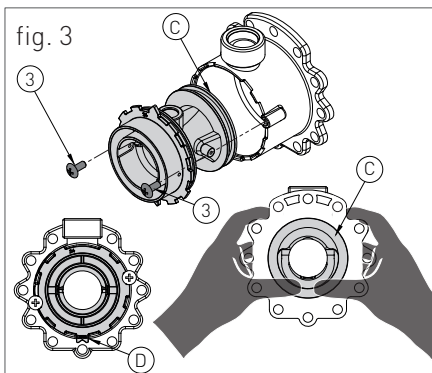

fig. 3
- > svitare le due viti '3' (fig.3) e fare pressione sul lato posteriore del corpo venturi 'C' (fig.3);
- > sostituire il corpo venturi con quello adatto al tipo di gas di rete (Per 24 kW cod. 30-00231 per metano / cod. 30-00170 per GPL/ cod. 30-00162 per aria propanata) (Per 28 kW cod. 30-00232 per metano / cod. 30-00499 per GPL/ cod. 30-00167 per aria propanata) (Per 34 kW cod. 30-00207 per metano / cod. 30-00499 per GPL/ cod. 30-00199 per aria propanata) e assicurarsi che l'orientamento del dente 'D' (fig.3) sia verso il basso sulla ghiera in alluminio (vedi fig.3);